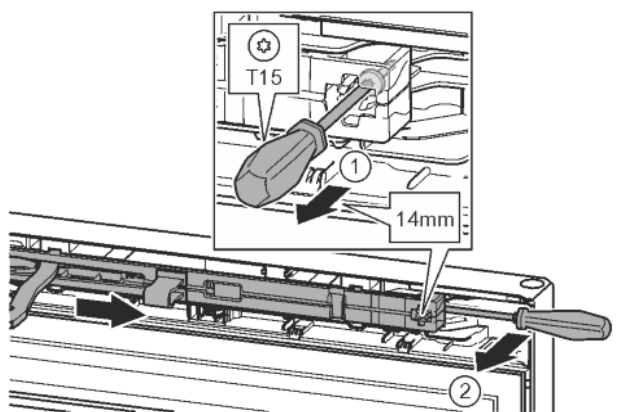

Fig. 15
- ▶ Ослабить винт на узле амортизатора с помощью отвертки T15 примерно на 14 мм. Fig. 15 (1)
- ▶ Отверткой со стороны ручки переместиться за узел амортизатора и повернуть вперед. Fig. 15 (2)
- ▶ Извлечь узел амортизатора. Fig. 15 (3)